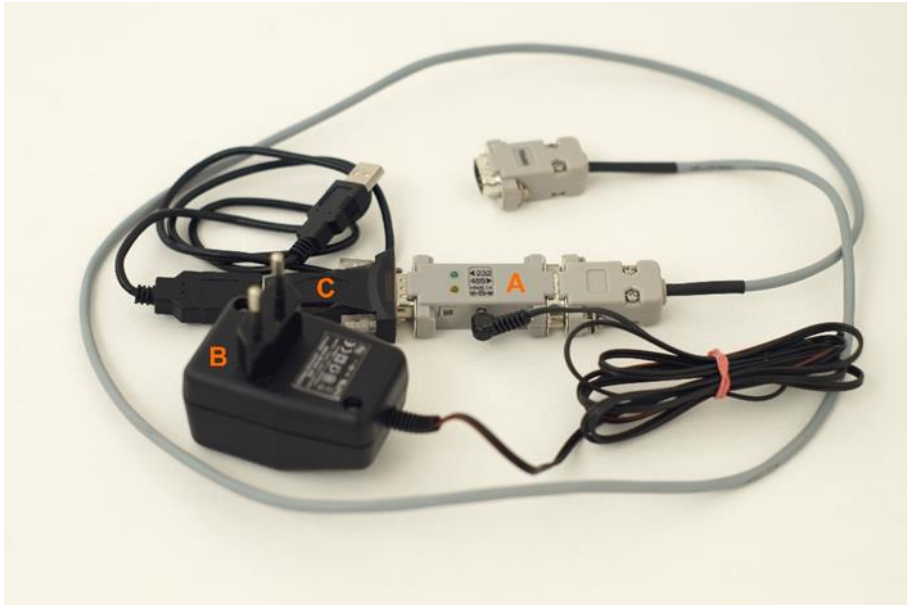

Abbildung 1 LAMBDA RS-485 ANSCHLUSS-KIT:
- Der RS-485-RS-232-USB-Konverter (A + C in Abb. 1) ist an einen USB-Anschluss Ihres Computers angeschlossen.
- Der RS-485-RS-232 Konverter (A in Abb. 1) wird mit dem mitgelieferten Netzteil (B in Abb. 1) mit Strom versorgt.
Check Stromversorgung	LED-Signal auf dem RS-Konverter (A in Abb. 1)
Betrieb	LED Signal am RS-Konverter (A in Abb. 1)